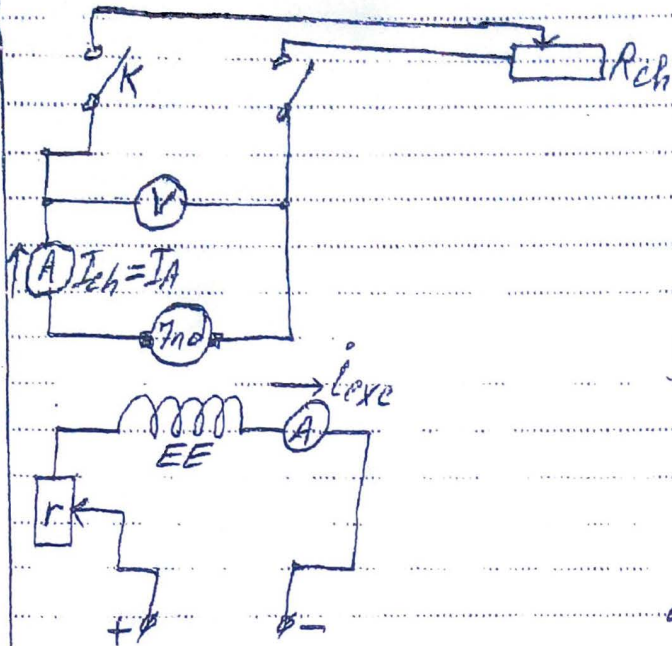

Fig. 1
• avec les conventions de signe de la fig. 1 qui correspondent à la marche en moteur, si la tension  $U$  aux bornes reste de m. signe, en génératrice le courant  $I$  est négatif. L'induit n'absorbe pas de courant, il en crée.
On relève la caract. de réglage en faisant varier le courant de charge et en réglant le courant d'excitation de telle manière que la  $U$  entre les bornes de la machine reste constante. Pour maintenir  $U$  constante lorsque le courant débité augmente, il devient nécessaire d'accroître le courant d'excitation. Pour relever cette caractéristique, on utilise le schéma de la fig. 1.
- 1) l'excitation séparée (fig. 1)